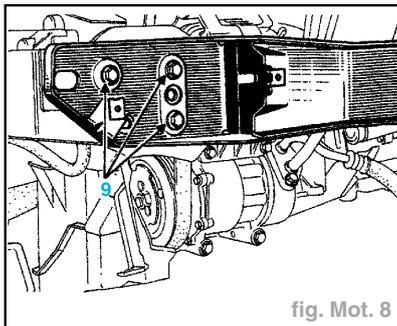

fig. Mot. 8
- Déposer les vis de fixation (9) de la traverse inférieure (fig. Mot. 8).